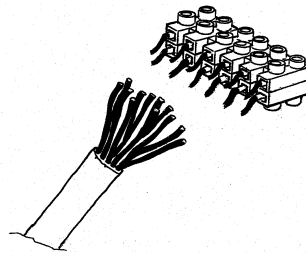

Fig.10
1. Voer de snoeren van de benaderingsschakelaars naar de bedieningskast. Sluit de snoeren aan volgens de nummers op de snoeren en het aansluitblok (Fig.10).